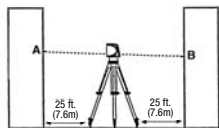

Fig 1
1. Coloque el instrumento en una superficie nivelada, como un trípode de cabezal plano centrado entre dos paredes (marcadas como 1 y 2) con una separación de 25 pies aproximadamente. (Vea la fig. 1).